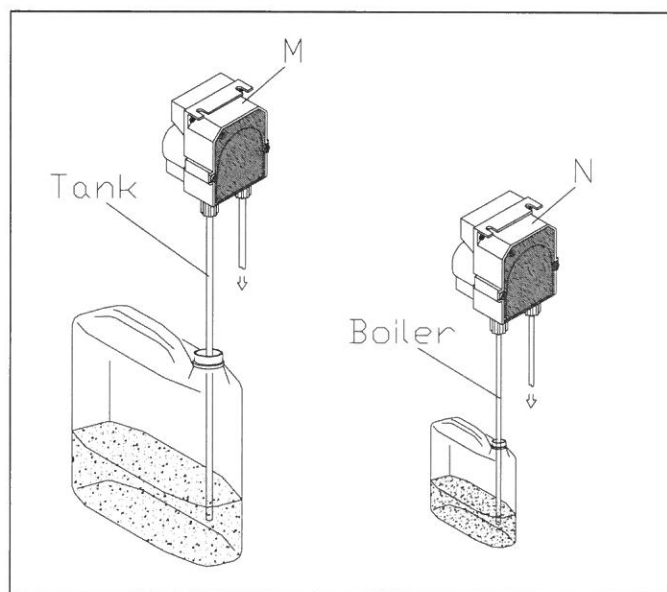

Рис. 3-4
- Настройки дозатора моющего средства (M) (по запросу) и дозатора ополаскивателя (N) выставляет производитель машины. Изменить настройки можно с помощью регулировочных винтов на дозаторах. Емкости для моющего средства и ополаскивателя (если они не поставляются вместе с машиной) необходимо размещать рядом с машиной и подключать сзади машины (к баку для моющего средства и бойлеру для ополаскивателя) (рис.3-4) с помощью прозрачных труб.
- The detergent dispenser (M) (optional) and rinse aid dispenser (N) are regulated by the manufacturer. If the setting needs to be changed, turn the regulating screw on the dispensers. The detergent and rinse aid containers (if not provided with the appliance) should be placed next to the machine and connected to the transparent pipes fitted to the back of the appliance (Tank for the detergent and Boiler for the rinse aid) (fig.3-4).
- Die Dosierer des Reinigungsmittels (M) (auf Anfrage) und des Glanzspülmittels (N) werden werkseitig eingestellt. Für andere Einstellungen die Stellschraube der Dosiervorrichtung regeln. Die Behälter für Reinigungsmittel und Glanzspülmittel ( wenn nicht mit dem Gerät mitgeliefert) müssen in unmittelbarer Nähe der Maschine stehen und die Entnahme erfolgt über die durchsichtigen Schläuche (Tank für das Reinigungsmittel und Boiler für Glanzspülmittel) an der Rückseite des Geräts (fig.3-4).
- Les doseurs du détergent (M) (sur demande) et du produit de rinçage (N) seront réglés par le constructeur. S'il vous fallait régler différemment, faire tourner la vis de réglage sur les doseurs mêmes. Les alvéoles à détergent et à produit de rinçage (si non fournies avec l'appareil) seront mises près de la machine et le prélèvement sera effectué par des tubes transparents (Tank pour le détergent et Boiler pour l'agent de brillantage) situés derrière l'appareil (fig.3-4).
- Los dosificadores de detergente (M) (a pedido) y abrillantador (N) salen de la fábrica regulados por el Constructor. En el caso de que se necesitara una regulación distinta, usar el tornillo de dosificación de los propios dosificadores. Si los contenedores de detergente y abrillantador no forman parte del equipamiento base, se deben colocar cerca de la máquina; el detergente y el abrillantador se sacan a través de los tubos de toma transparentes (letrero Tank para el detergente y Boiler para el abrillantador) ubicados en la parte trasera del aparato (fig.3-4).